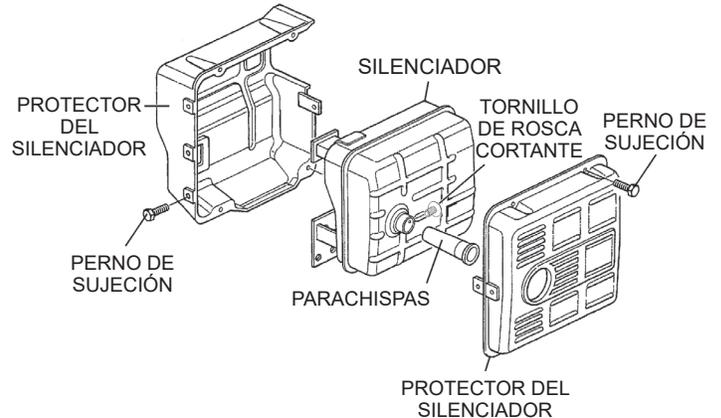

**Figura 35. Limpieza del elemento de espuma**
3. Limpie el elemento de espuma (Figura 35) con agua tibia con jabón o solvente no inflamable. Enjuague y seque bien.